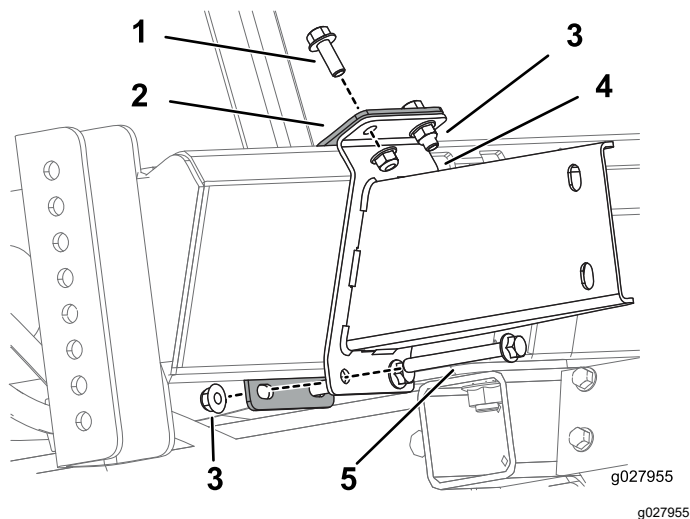

図 11
3. 図 11 のように、下側ブラケットと下側サポートブラケットを取り付けるボルト $\frac{3}{8}$ -16" 2本、ボルト $\frac{3}{8}$ -16 x  $\frac{3}{2}$ " 2本、フランジナット $\frac{3}{8}$ -16" 4個を使用する。